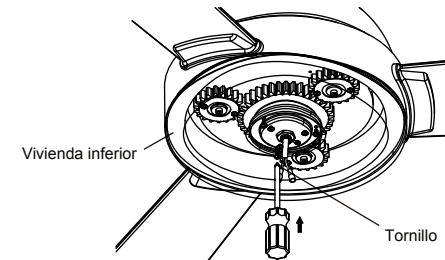

Fig. 22
**Paso 2.** Fije la carcasa inferior a la carrocería del motor, inserte tres (3) tornillos previamente retirados en los orificios y apriételos firmemente. (Fig. 22)